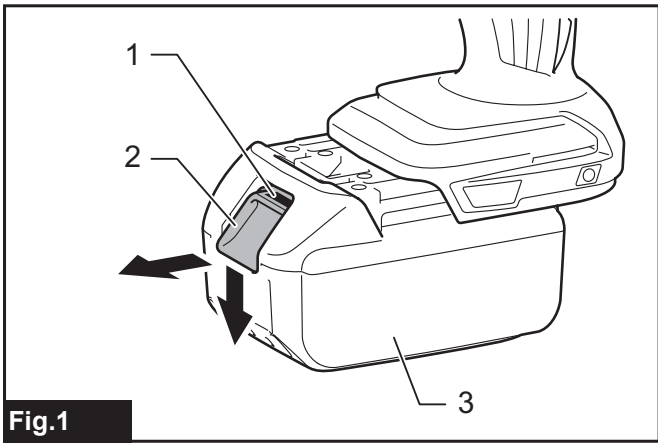

Fig.1
► **Rys.1:** 1. Czerwony wskaźnik 2. Przycisk 3. Akumulator